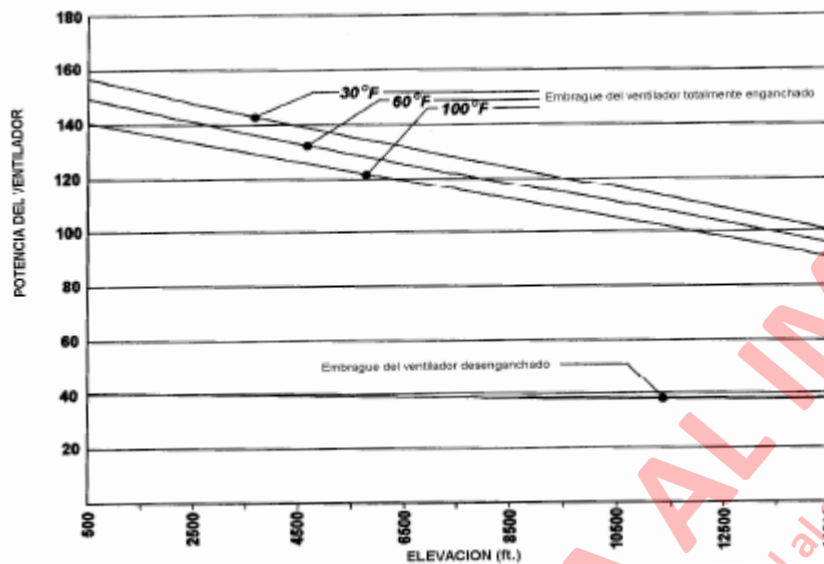

FIGURA 3-17. PÉRDIDA PARASITA TOTAL A TODA POTENCIA
- c. Refiérase a la figura 3-17 para la curva de pérdidas parasitas.